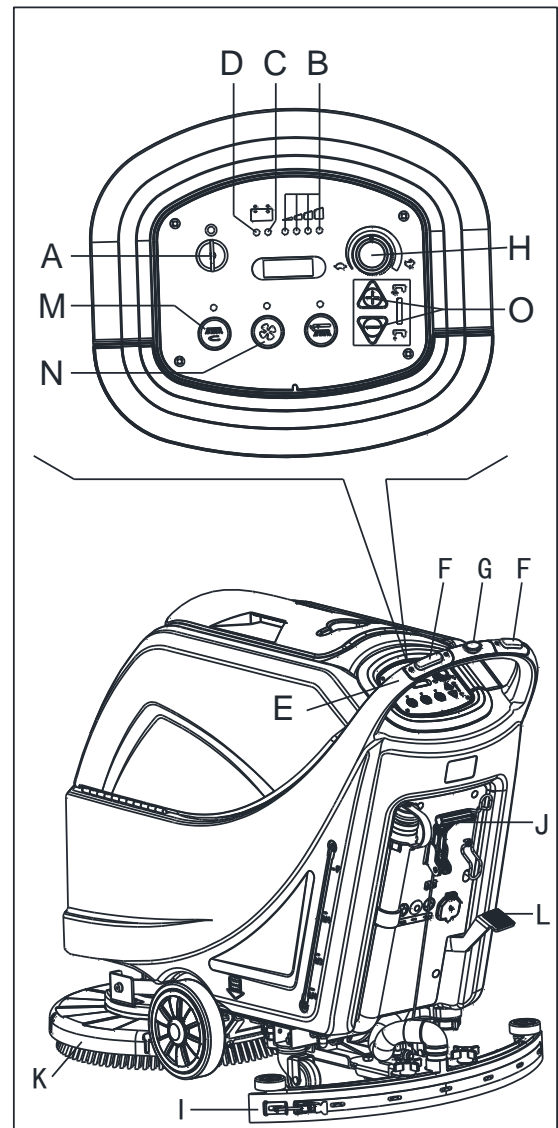

Figure 8
2. Insérer la clé de contact (A, Figure 8) et la tourner sur "I". Vérifier que le témoin lumineux vert (B) se met en marche (batterie chargée). Si le témoin lumineux LED jaune (C) ou rouge (D) s'allume, retourner la clé de contact sur "0" et charger les batteries (voir la procédure au chapitre Entretien).
- En la poussant avec les mains sur la poignée (E) (uniquement pour les machines sans traction).
- En la poussant avec les mains sur la poignée (E) et en appuyant sur le commutateur (F) pour avancer, ou en appuyant sur le commutateur (F) avec le commutateur (G) pour reculer (uniquement pour la machine à traction). La vitesse d'avancement peut être réglée avec le dispositif de réglage (H).
4. Abaisser l'embouchure (I) avec le levier (J).
5. Abaisser la plate-forme de la brosse/du plateau support disque (K) en appuyant sur la pédale (L). (uniquement pour la machine à disque)
6. Appuyer sur le commutateur de la brosse/du plateau support disque (M) sur le commutateur du système d'aspiration (N).
7. Appuyer sur les commutateurs de réglage du débit d'eau (O), si nécessaire, en fonction du type de nettoyage à effectuer.
- (uniquement pour les machines sans traction) en poussant la machine avec les mains sur la poignée (E) et en
- appuyant sur le commutateur (F).
- Abaissier le pont de la brosse/du porte-tampon en appuyant sur l'interrupteur de la brosse/du porte-tampon (M Figure 8).
- Tout en gardant les deux mains sur la poignée, appuyer sur l'interrupteur de sécurité (F, Figure 8), puis manœuvrer la machine et commencer à nettoyer/sécher le sol.